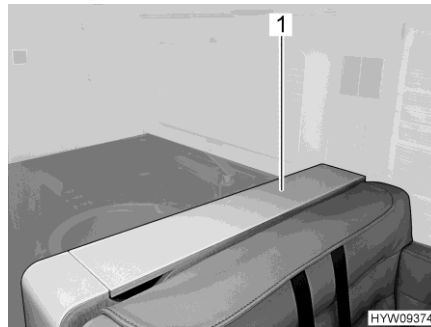

Fig. 99 Écran plat (couvercle fermé)
- Ouvrir le couvercle (Fig. 99,1).